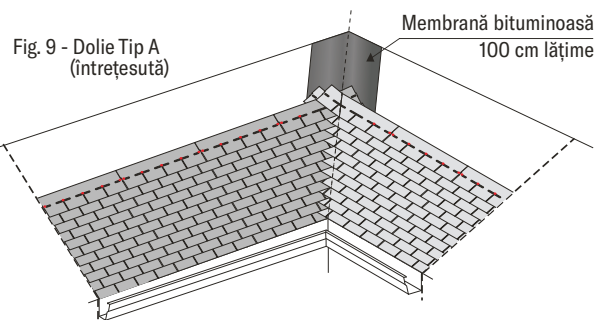

Fig. 9 - Dolie Tip A (întrețesută)
- Dolie tip A (întrețesută) - rândurile de plăci se montează concomitent pe două falde alăturate. Acestea se suprapun unele peste altele în albia doliei urcând pe falda opusă astfel încât colțul de sus al ultimei foi de șindrilă bituminoasă să fie la 25 cm de axul doliei (fig. 9). Se va evita baterea cuielor la o distanță mai mică de 40 cm de o parte și de alta a liniei doliei;